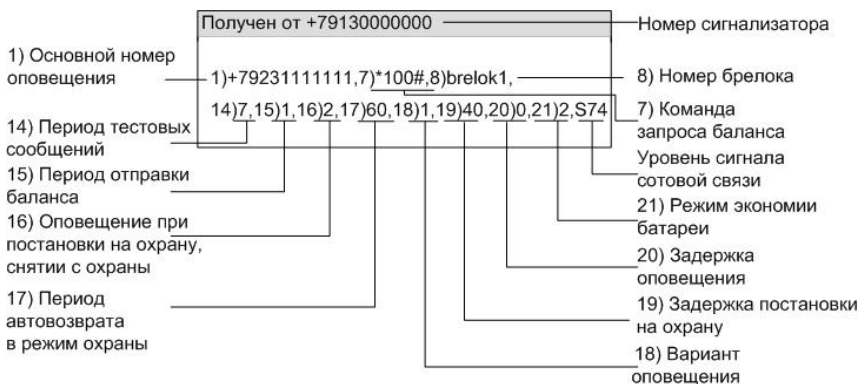

Рис.6 SMS с настройками
4. Через 30 секунд после заключительного действия сигнализатор перейдет в режим «Снят с охраны», а на основной номер придет SMS сообщение с настройками (см. рис. 6).